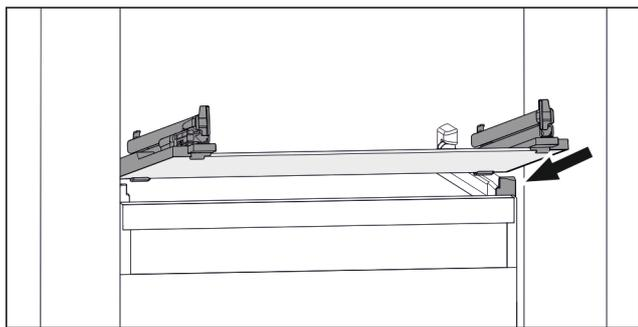

Fig. 115 Simbolična slika steklene plošče
- ▶ Steklo ploščo postavite v poševnem položaju za zaustavljalniki. (glejte Fig. 115)